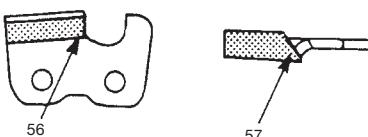

Fig. 44
- 6) Limer suffisamment pour éliminer tous les dégâts survenus au tranchant des lames (platine supérieure (56) et platine latérale (57)) du maillon-gouge. (Fig. 44)